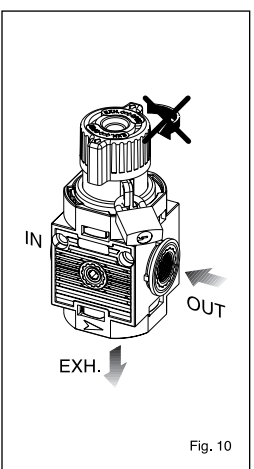

Fig. 10
Die Luft hinter der Einheit wird abgelassen (Abb. 10).
**Использование трехходового клапана:** при установленном выжимном кольце клапан закрыт, и ручка не поворачивается. Воздух внизу блока отводится (рис. 10).